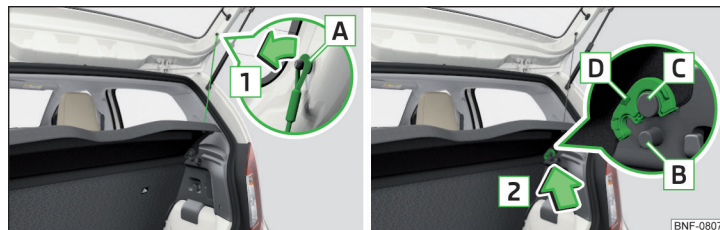

Fig. 83 Estrazione della cappelliera
Se i nastri di fissaggio » fig. 83 sono agganciati al portellone bagagliaio, all'apertura di quest'ultimo verrà sollevata anche la cappelliera del bagagliaio (di seguito solo cappelliera).
- » Sollevare la cappelliera e bloccare su entrambi i lati del portellone nei perni » fig. 83.
- » Ribaltare verso il basso la cappelliera sollevata. La cappelliera si sgancia dai perni » fig. 83.
- » Sganciare su entrambi i lati del portellone bagagliaio i nastri di fissaggio in direzione della freccia » fig. 83.
- » Gli alloggiamenti sulla cappelliera devono trovarsi sopra i perni » fig. 83.